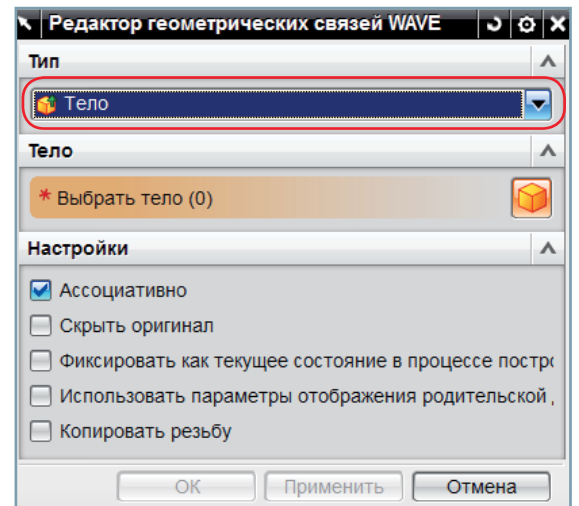

Рис. 1.12. Диалоговое окно Редактора геометрических связей WAVE
- Выполните **Вставить – Ассоциативное тело – Редактор геометрических связей WAVE**. Появится новое диалоговое окно (рис. 1.12), тип объекта должен быть **Тело**.